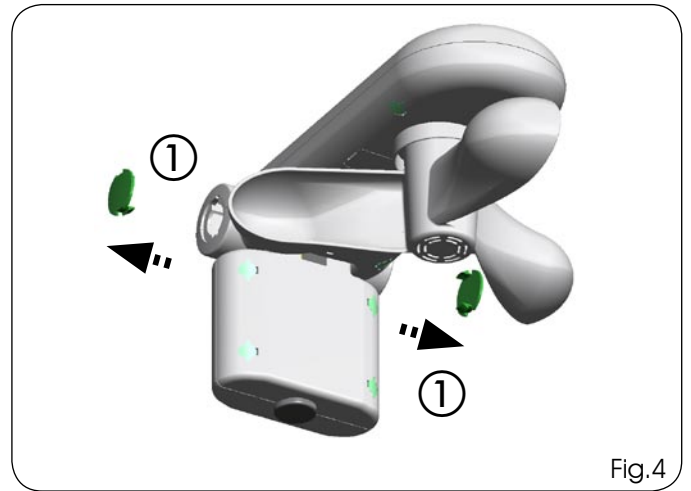

Fig.4
- 1) Enlever les deux caches latéraux (Fig. 4 réf. ① )
- 10) Tourner l'anémomètre pour l'orienter à souhait (Fig. 4 réf. ⑨ )
- 11) Serrer les deux vis de fixation latérales et monter les caches (Fig. 4 réf. ⑩ )